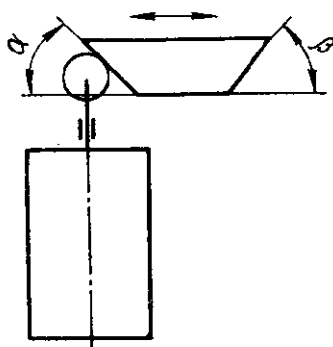

Рис. 2.
4. Выключатели с приводом *толкатель с роликом* (рис. 2) предназначены для работы с проходным реверсивным, нереверсивным и непроходным упорами, но могут работать и с толкающим упором. Угол набегания упора  $\alpha$  и угол сбегания  $\beta$  составляет не более  $40^\circ$  при скорости движения упора до 0,25 м/с и не более  $20^\circ$  при скорости свыше 0,25 м/с.